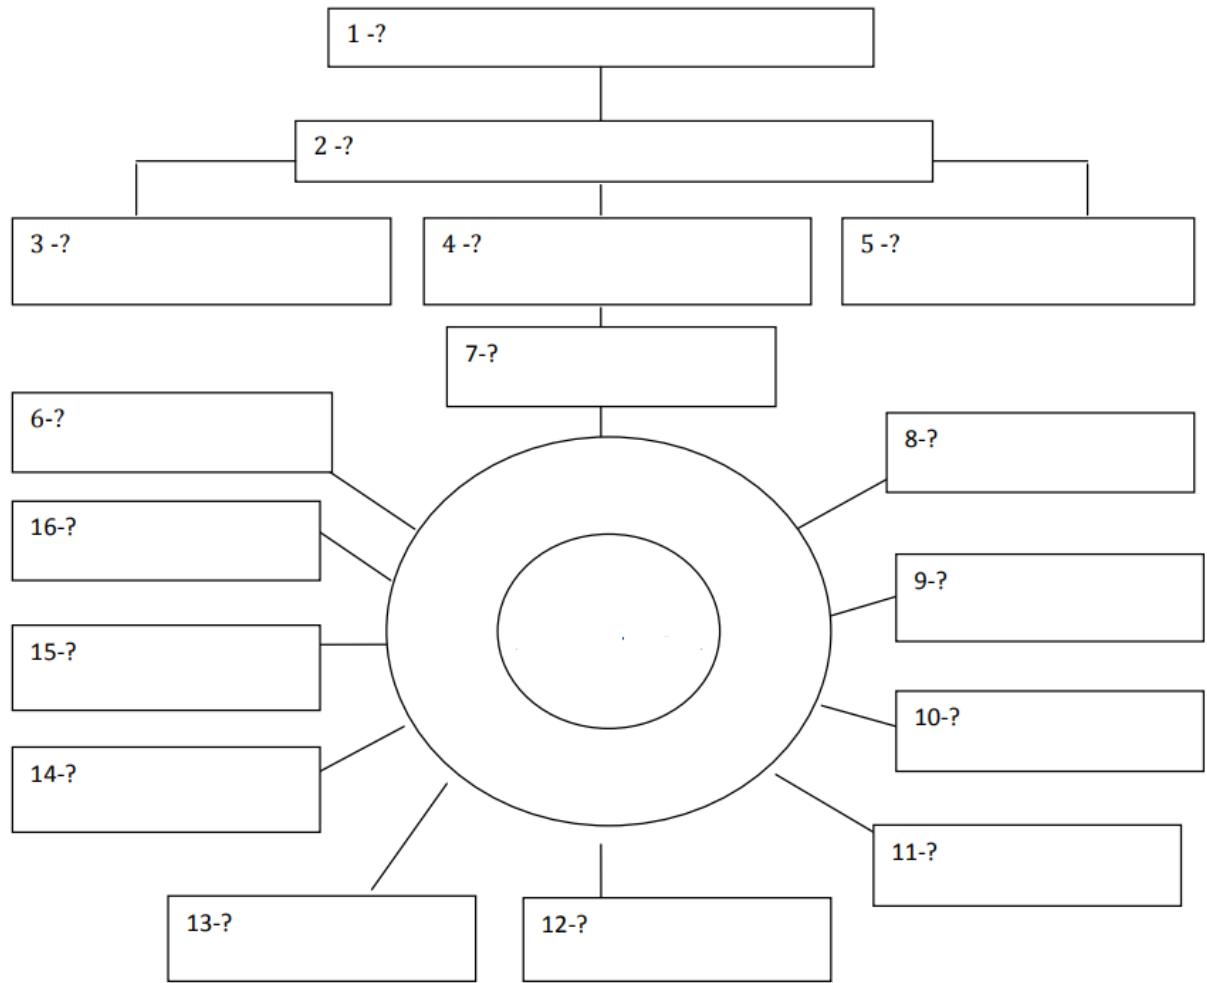

Рисунок 1.1 – Складові елементи «петлі якості»
3. Проаналізуйте складові елементи «петлі якості» та надайте характеристику основним процесам, що здійснюються в її межах і впливають на якість кінцевого продукту. Схематично представте «петлю якості» на різних стадіях життєвого циклу продукції або послуг, зазначивши відповідні позначення і назви замість знаків питання (рис.1.1).